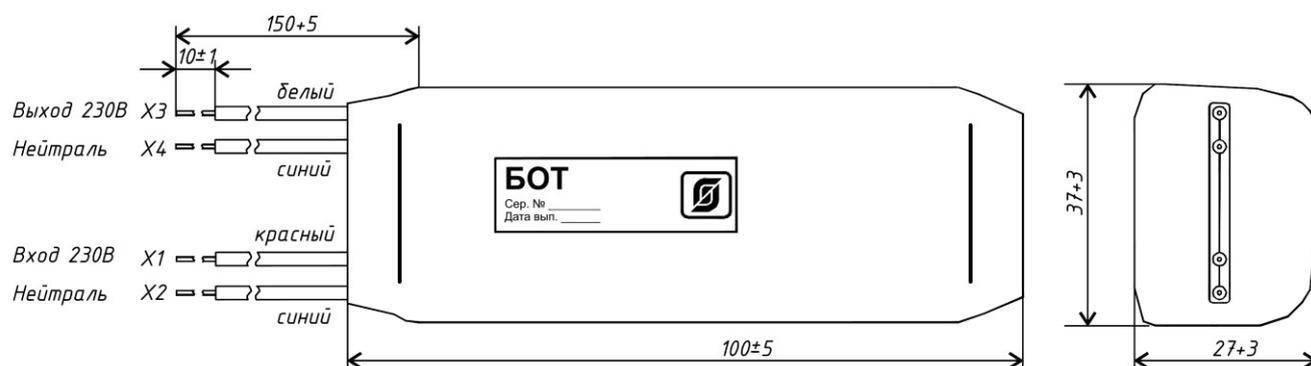

Рисунок 3 - Габаритные размеры БОТ
10.4 Все внешние цепи БОТ подключаются в соответствии с электрической принципиальной схемой (рисунок 3).